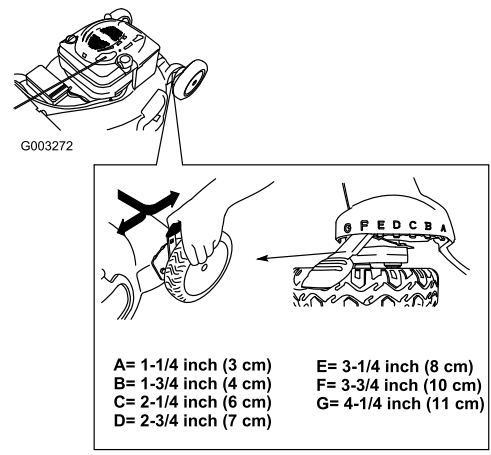

Figura 11
**Nota:** Per alzare il tosaerba, spostate in avanti tutte e quattro le leve dell'altezza di taglio; per abbassare il tosaerba, spostate indietro tutte le leve (Figura 11).